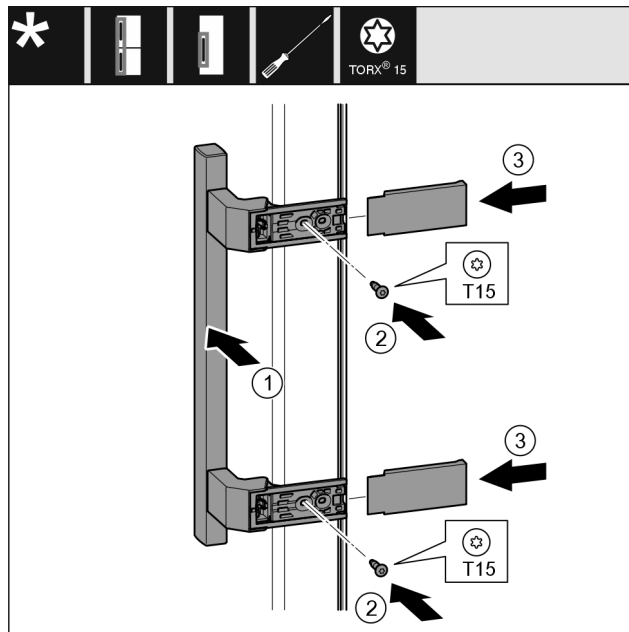

Fig. 24
- Applicare la maniglia Fig. 24 (1) sul lato opposto.
- Stringere le viti Fig. 24 (2) con un cacciavite.
- Applicare le coperture Fig. 24 (3) lateralmente e spingerle in sede.